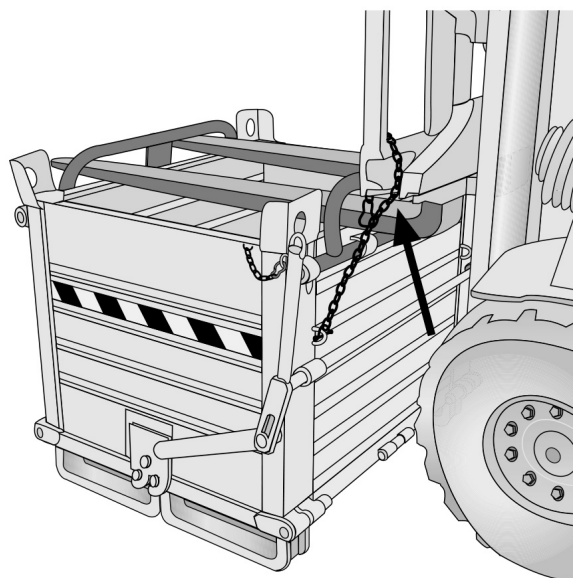

Fig.6.2.4
- 6.2.5 Retirer le mousqueton de sécurité du levier de déverrouillage des fonds (**fig. 6.2.4**).
- 6.2.5 Remove the safety spring clip from the release lever of the bottoms (**fig. 6.2.4**).